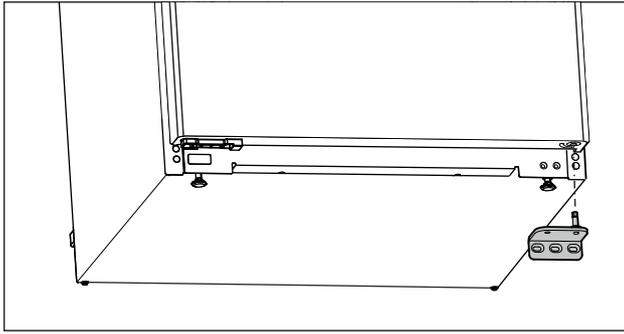

Fig. 11
- ▶ Rimuovere il blocco di supporto verso il basso. (vedere Fig. 11)